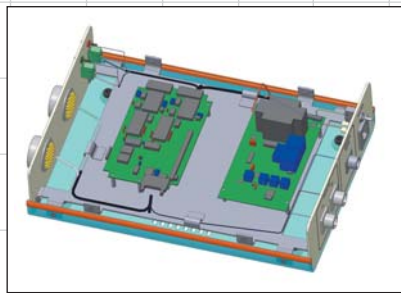

Рис. 5
9. После выполнения трассировки конструктор может автоматически получить трехмерные модели кабелей и жгутов (рис. 5). При их создании система сама рассчитывает условный диаметр ветви жгута в зависимости от количества и диаметров проводов, входящих в эту ветвь. Также автоматически добавляются радиусы скругления в тех точках, где трассы меняют направление (если траектории создавались из 3D-ломаных). Величины радиусов зависят от рассчитанного ранее условного диаметра ветви.